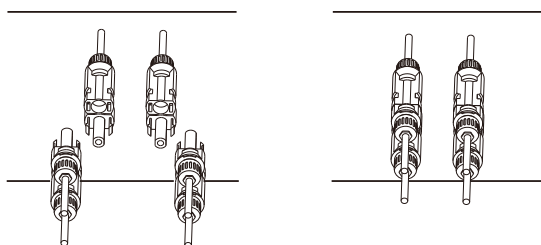

Рис. 5.6 Подключение входа постоянного тока
- d) Вставьте коннекторы постоянного тока в положительный и отрицательный вход инвертора, как изображено на рис. 5.6.